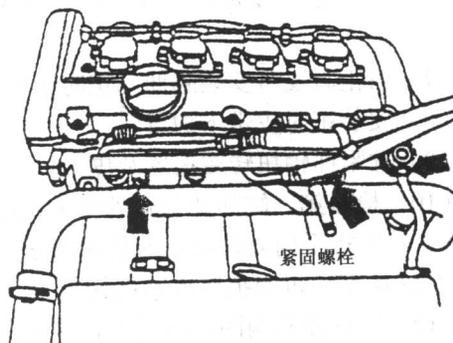

图 1.26 拆下燃油管紧固螺栓
(5) 拆下燃油管紧固螺栓，将真空管拉离燃油压力调节器，如图 1.26 所示。将带喷油器燃油歧管从进气歧管上拉下。